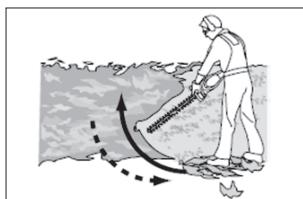

Fig1
2. Tenez toujours le produit fermement avec les deux mains sur la poignée avant (1) et la poignée arrière (4). N'utilisez jamais ce produit d'une seule main.
4. Coupez d'abord les deux côtés de la coupe du bas vers le haut. Cela empêchera les boutures de tomber dans le chemin de la zone à couper (Fig. 1).